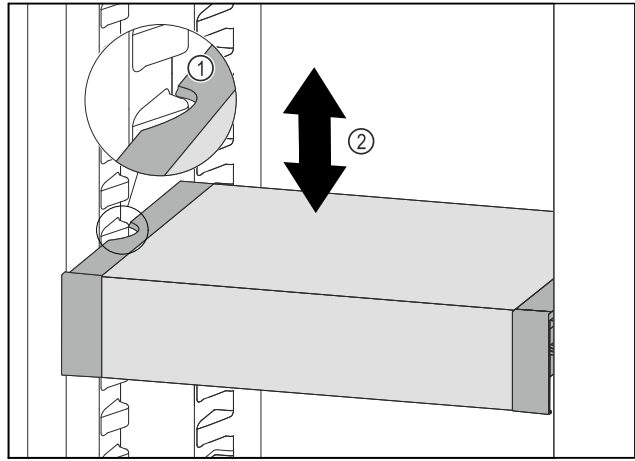

Fig. 102
- Tirer le VarioSafe vers l'avant jusqu'à ce que les encoches latérales du VarioSafe soient à la hauteur de la nervure du bac dans la partie réfrigérateur. Fig. 102 (1)
- Déplacer le VarioSafe vers le haut ou vers le bas dans la partie réfrigérateur jusqu'à ce que la hauteur souhaitée soit atteinte. Fig. 102 (2)